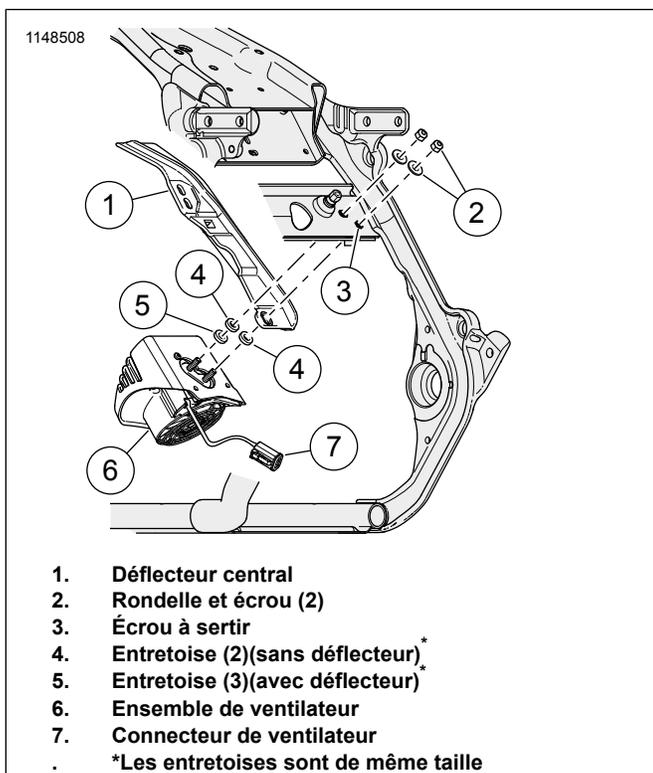

Figure 1. Monter le ventilateur sur le cadre
4. Voir Figure 1 . Déposer le déflecteur central droit (1), si équipé. Consulter le manuel d'entretien.
- a. Retirer l'écrou à sertir (3) du cadre.
1. Voir Figure 1 . Poser deux entretoises (4, 5) sur le goujon intérieur de l'ensemble de ventilateur (6).
2. Poser une entretoise (4) sur le goujon extérieur de l'ensemble de ventilateur (6).
3. Positionner le bas du déflecteur central sur le goujon extérieur de l'ensemble de ventilateur (6).
5. Depuis la zone du plateau de batterie, poser les rondelles et les écrous (2). Serrer.
1. Voir Figure 1 . Poser une entretoise (4) sur chaque goujon de l'ensemble de ventilateur (6).
3. Depuis la zone du plateau de batterie, poser les rondelles et les écrous (2). Serrer.